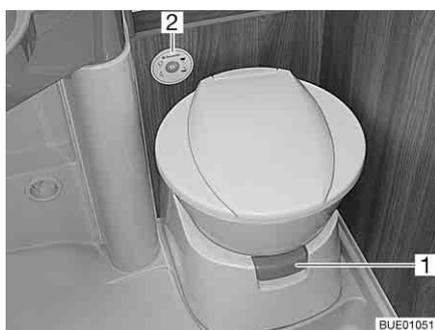
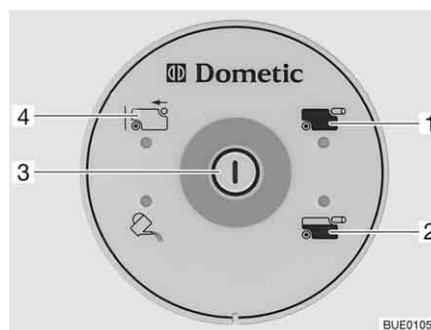

Bild 262 Toilettenschüssel mit Kontroll- und Bedieneinheit
Bild 263 Kontroll- und Bedieneinheit Toilette
Vor der Benutzung der Toilette etwas Wasser in die Toilettenschüssel laufen lassen. Dazu den Spülknopf (Bild 263,3) an der Kontroll- und Bedieneinheit (Bild 262,2) drücken.
- Vor dem Spülen den Schieber der Toilette öffnen. Dazu den Schieberhebel (Bild 262,1) herausziehen.
- Zum Spülen den Spülknopf (Bild 263,3) drücken.
Die Kontroll-Leuchte (Bild 263,2) leuchtet, wenn der Fäkalientank zu 3/4 gefüllt ist.
Die Kontroll-Leuchte (Bild 263,1) leuchtet, wenn der Fäkalientank entleert werden muss.
- Schieberhebel (Bild 262, 1) hineindrücken. Der Schieber wird geschlossen. Zum Entleeren **muss** an der Toilette der Schieber geschlossen sein.
- Fäkalientank leicht kippen und dann ganz herausnehmen. An der Kontroll- und Bedieneinheit leuchtet die Anzeige "Fäkalientank entnommen" (Bild 263,4).